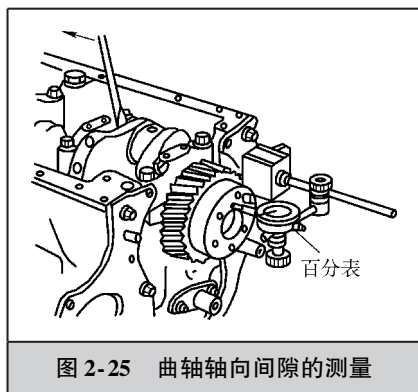

图 2-25 曲轴轴向间隙的测量
3) 前后撬动曲轴，观察百分表读数，如图 2-25 所示。其